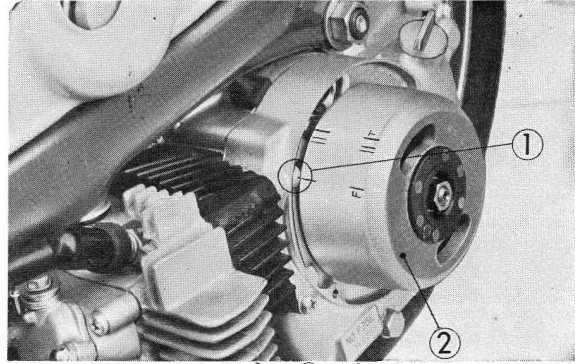

Figure 1-11 : ① repère ② volant
- (1) Déposer le couvercle du volant magnétique et amener la marque "T" du volant en face du repère que porte le carter. Dans cette position, vérifier que les contacts du rupteur sont juste sur le point de s'ouvrir (figure 1-11).